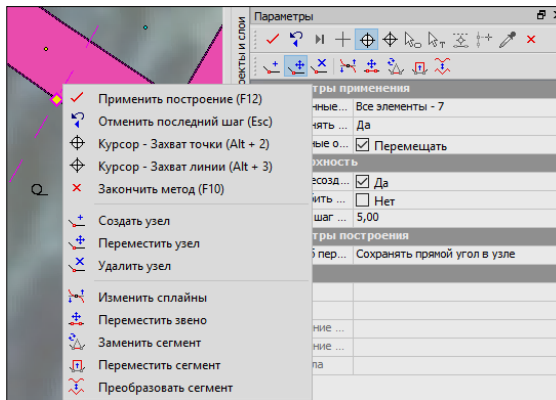

Рис. 4.4
- при обычных построениях в контекстном меню выводятся команды стандартного и дополнительного тулбаров (рис. 4.4).